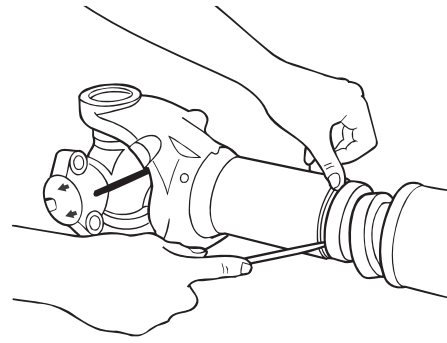

Figura 4.12
2. Use un destornillador como palanca para retirar el sello de la ranura en el yugo. Figura 4.12.